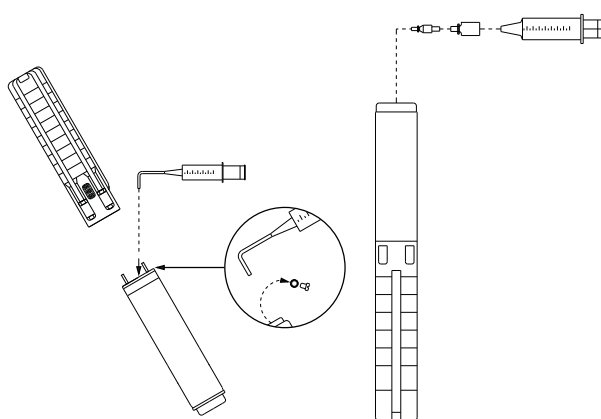

Рис. 2 Положення насоса під час заливання рідини – MS 4000 та MS 402
- Впорснути рідину в двигун за допомогою наливного шприца, рисунок 2, поки рідина не почне виливатися із заливного отвору.